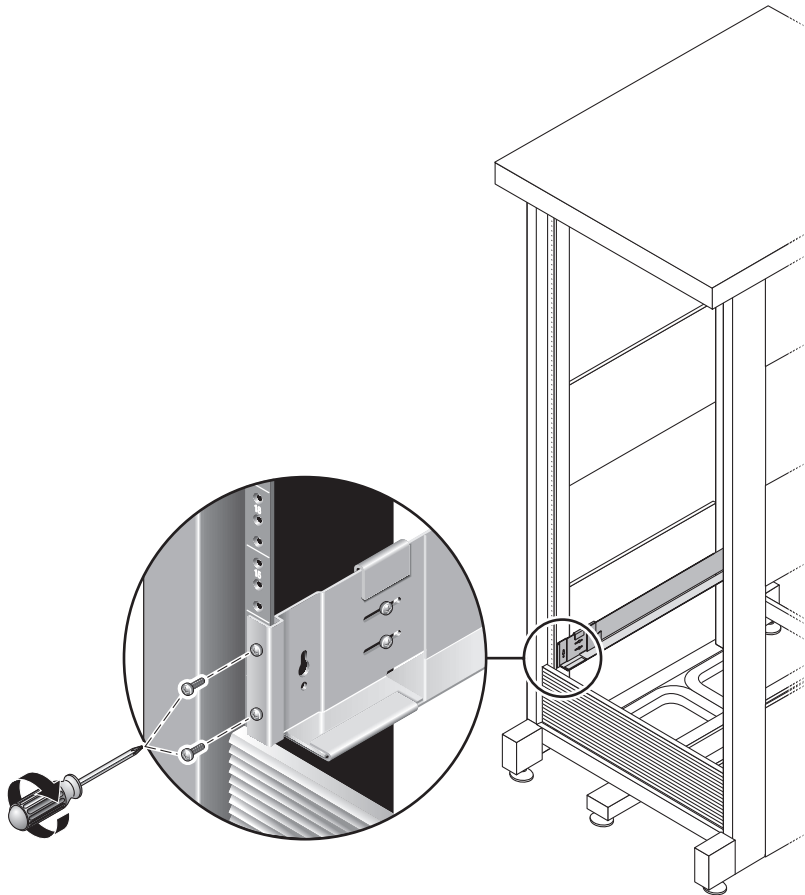

FIGURE 2-11 Fixation du rail droit à l'arrière de l'armoire
7. À l'aide du tournevis cruciforme n°3, insérez et serrez les vis M6 de chaque côté à l'arrière du rail (FIGURE 2-11).